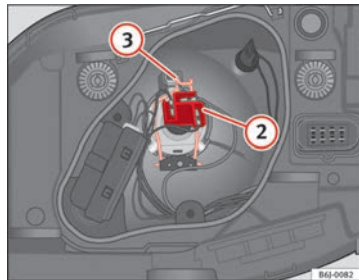

Abb. 154 Abblend- / Fernlicht bei Einfach-scheinwerfer
- Ziehen Sie den Stecker ⇒ Abb. 154 ② von der Lampe ab.
- Nehmen Sie die Haltefeder ⇒ Abb. 154 ③ durch Eindrücken und Rechtsdrehung ab.